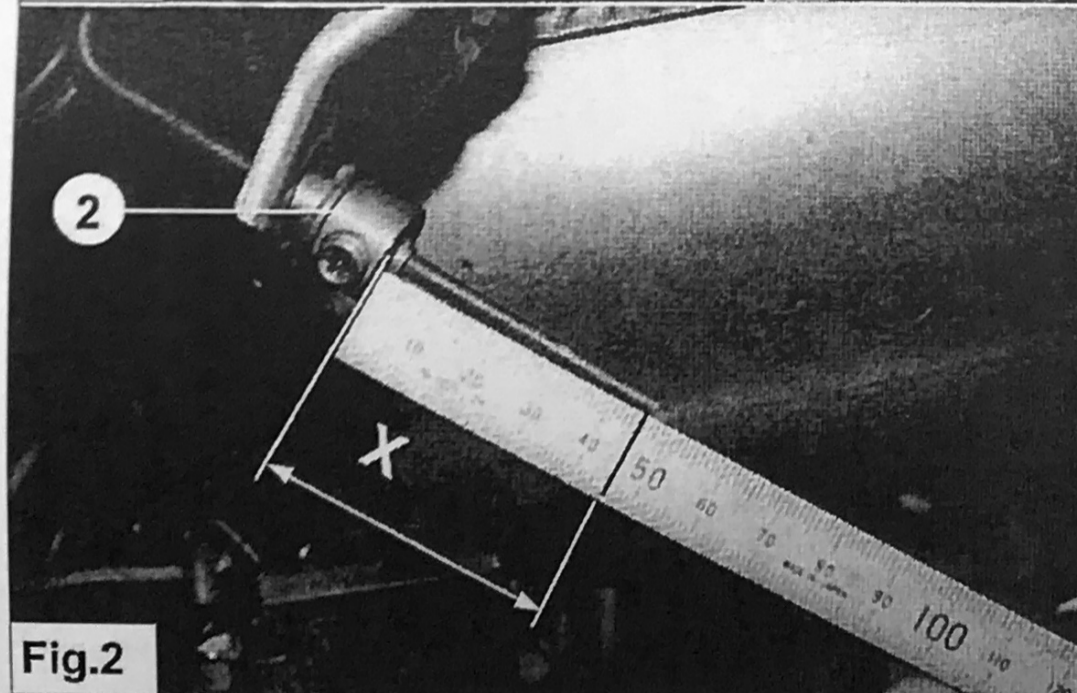

Fig.2
4. Adjust the LSV with sliding peace 2 so that $X=46\text{mm} \pm 0.5$ See Fig. 2.
4. Réglez le CFA avec la pièce coulissante 2, de sorte que $X = 46 \text{ mm} \pm 0,5$. Voir fig. 2.
4. Ajuste la LAR mediante la parte corredera 2, hasta que $X = 46 \text{ mm} \pm 0,5$. Véase fig. 2.